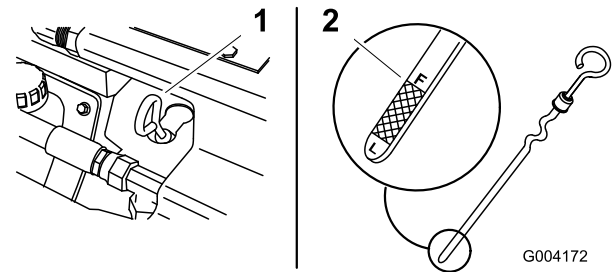

Figure 15
4. Nettoyez la surface autour de la jauge d'huile (Figure 15).
5. Sortez la jauge d'huile et essayez soigneusement l'extrémité métallique (Figure 15).
6. Enfoncez la jauge complètement dans le tube (Figure 15).